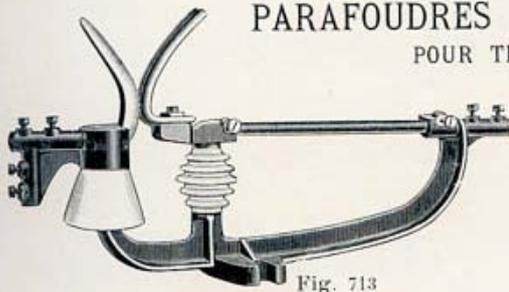

Fig. 713
**PARAFOUDRES 8 A, B, C, D, E (fig. 713)**